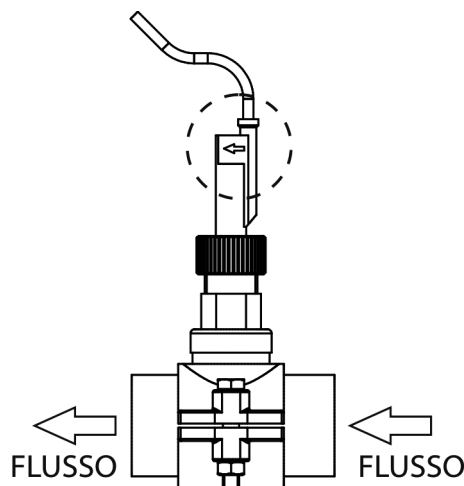

Fig. 11a
3. Sulla testa del rivelatore di flusso è segnata una freccia; assicurarsi che quest'ultima sia parallela all'asse della tubazione e sia rivolta nella direzione del flusso d'acqua (Fig. 11a).